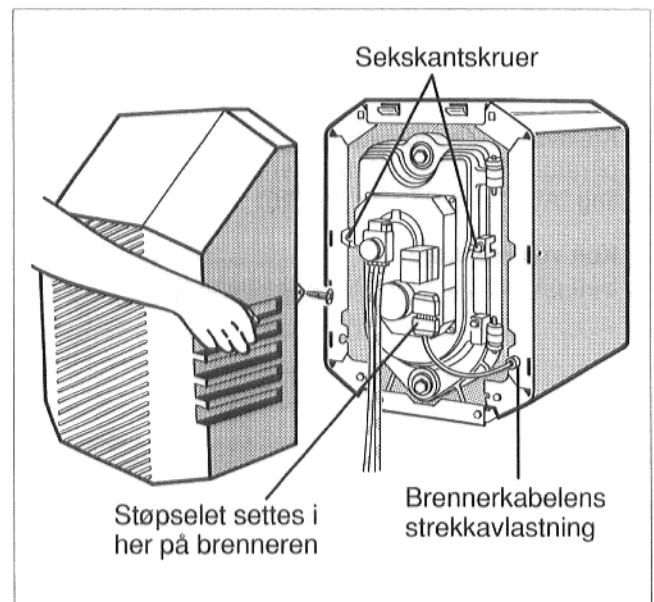

fig. 24
- Låsemutteren på baksiden av strekkavlastningen til brennerkabelen løses og lengden på brennerkabelen fra strekkavlastningen til brenneren innstilles. Trekk til låsemutteren igjen (fig. 24).
- Seks-kantskruene på brennerdøren skrues ut, brennerdøren åpnes og henges ut (fig. 24).